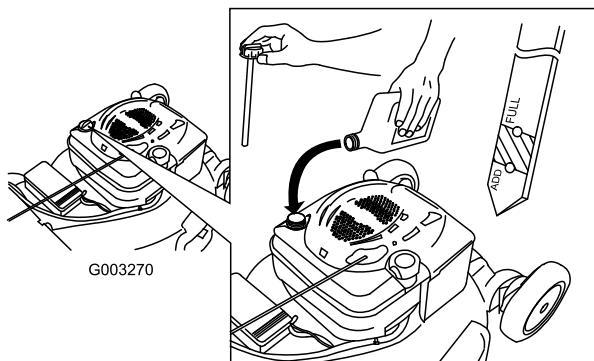

Figura 36
4. Vierta lentamente aceite en el tubo de llenado hasta que el nivel llegue a la marca Full de la varilla (Figura 36). **No llene demasiado.** (Capacidad máxima: 0,59 l, tipo: SAE 30, aceite detergente con clasificación de servicio API SF, SG, SH, SJ, SL o superior.)